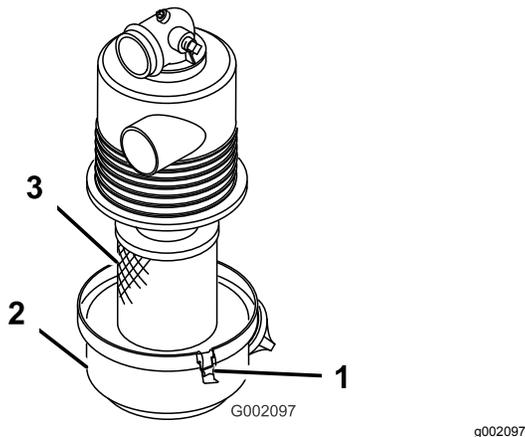

Figure 18
1. Vérifiez si le boîtier du filtre à air présente des dommages susceptibles d'occasionner des fuites d'air. Vérifiez que couvercle est parfaitement ajusté sur le boîtier du filtre à air (Figure 18).
2. Desserrez les attaches qui fixent le couvercle sur le boîtier du filtre à air (Figure 18).
3. Séparez le couvercle du boîtier du filtre à air et nettoyez l'intérieur du couvercle (Figure 18).
3. Insérez l'élément filtrant dans le boîtier du filtre à air (Figure 18).
4. Alignez le couvercle du filtre à air sur le boîtier du filtre à air (Figure 18).
5. Fixez le couvercle au boîtier avec les verrous (Figure 18).